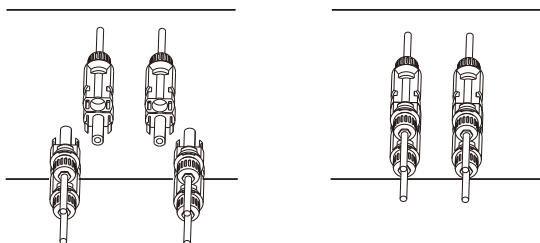

Рис. 5.6 Подключение входа постоянного тока
d) Вставьте коннекторы постоянного тока в положительный и отрицательный вход инвертора, как изображено на рис. 5.6.